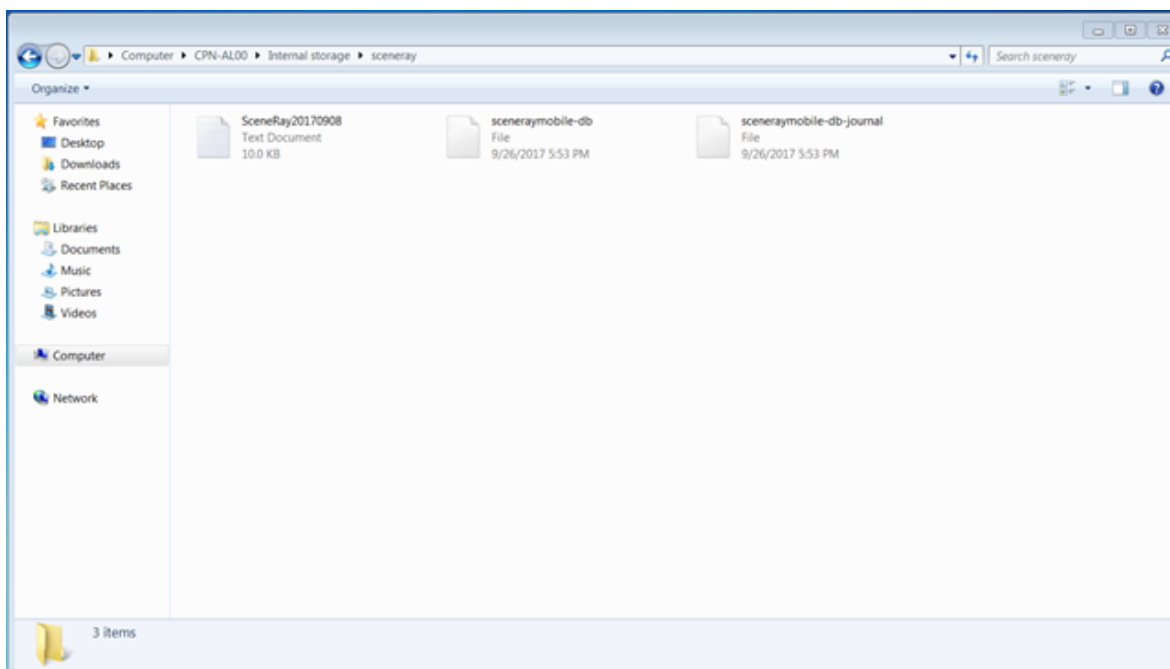

FIGURA 66: CARPETA SCENERAY.
6. Busque y abra la carpeta llamada sceneray (Figura 66).